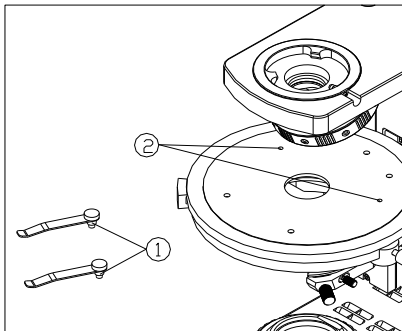

图 7
将两个切片压片的插脚①插入旋转载物台上的圆孔②中，并插到底为止。(如图 7)